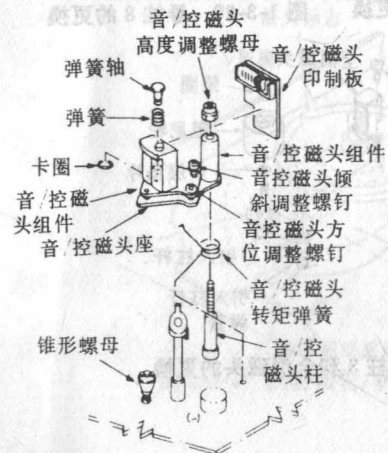

图 1-3-18 音/控磁头组件的更换
- ① 从音/控磁头印制电路板上拔掉 6 脚插头。
- ② 反时针转动音/控磁头高度调整螺母,拆下它以便拆下音/控磁头组件(图 1-3-18)。